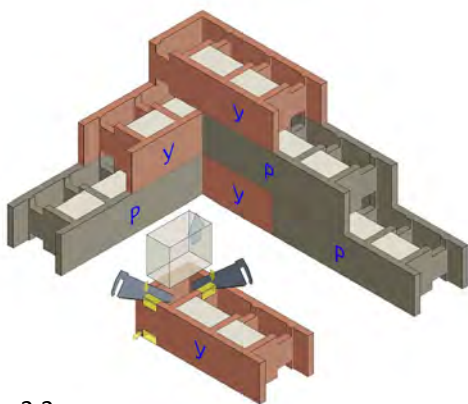

Рис. 2.2
2.3 Монтаж внутренних углов (см. рис. 2.2) производится аналогичным образом.